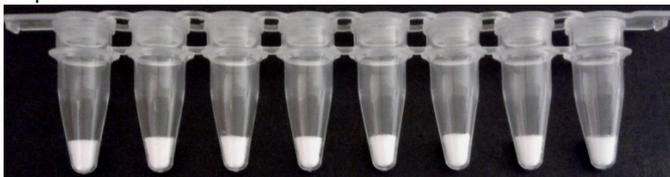

Figura 1
- examine el producto antes de usar para verificar que el contenido tiene un aspecto sólido y blanco (**Figura 1**). Deseche el producto que tenga signos de contaminación por humedad;